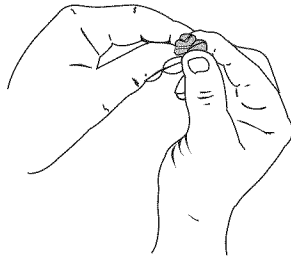

Fig. 25
- Apriete el filtro para esparcir y retirar el exceso de aceite (Fig. 25).